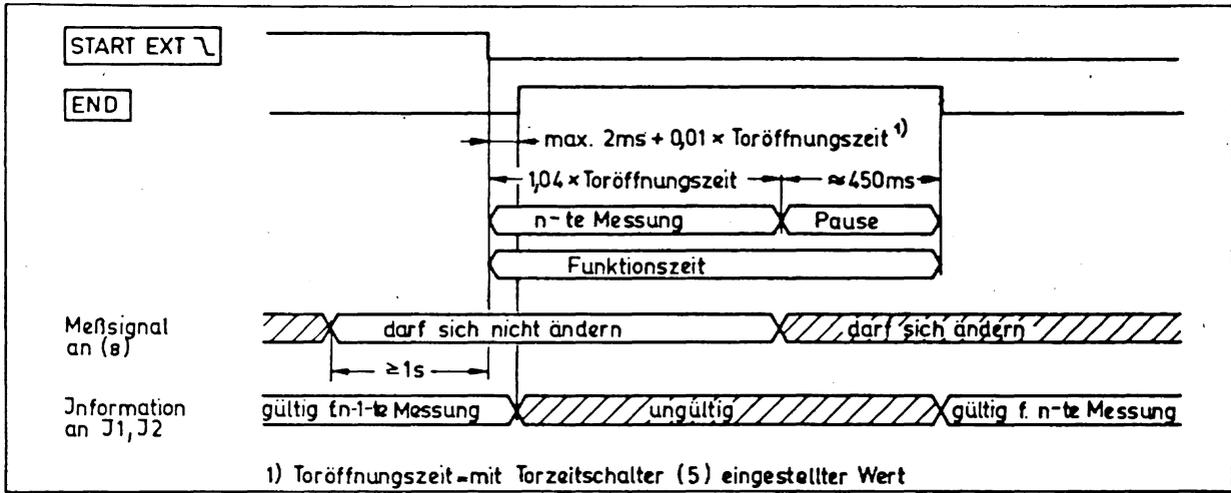

Bild 8: Funktionsablauf beim Zähler G-2002.500 bei externer Auslösung
- Mit High→Low am Ausgang END (18) meldet der Zähler den Funktionsabschluß (Bild 8).
- An den Informationsausgängen I1 (11) und I2 (12) steht während END = Low die Meßwertinformation in kodierter Form zur Verfügung (Kodierung siehe Pkt. 2.1.5., Tabelle 3 und 4).
- Das Meßsignal am Meßsignaleingang (8) muß mindestens 1 Sekunde vor Funktionsauslösung anliegen.
Die Funktionszeit des Druckers ist wegen Bild 8 größer als 1 Sekunde zu wählen, außerdem ist zu beachten, daß am Drucker neben der k-ten Meßstelle das Meßergebnis der k-1ten Meßstelle erscheint.